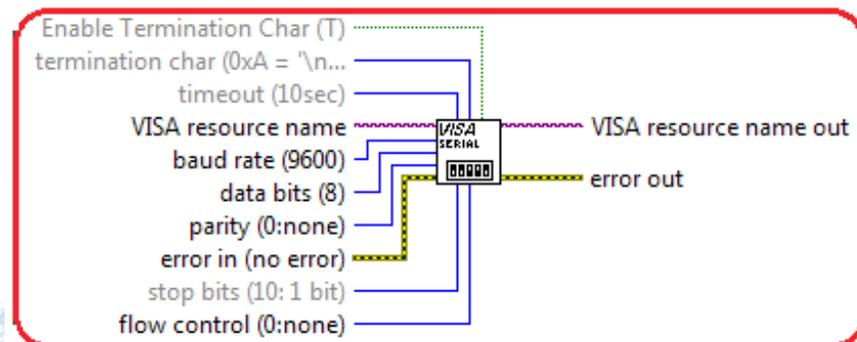

Figura 3.38. VISA SERIAL.
**Abrir el puerto.** Para usar el puerto serial se utiliza el VISA SERIAL, como indica la figura 3.38.